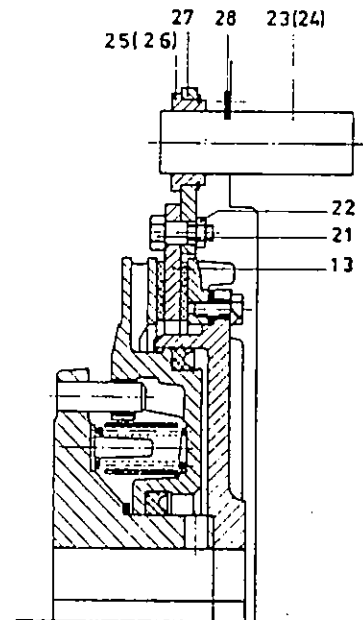

Abb. 2: Zweipunktbefestigung der Lamelle
2.2 Zweipunktbefestigung der Lamelle (Abb. 2)